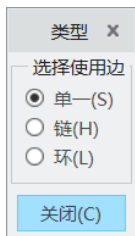
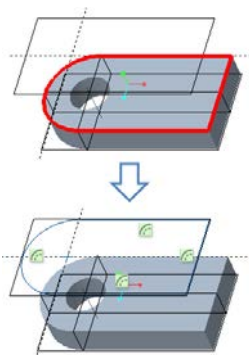

图 2-37 “类型”对话框
图 2-38 通过投影在草绘平面上创建图元
① 在功能区“草绘”选项卡的“草绘”面板中单击“投影”按钮，系统弹出图 2-37 所示的“类型”对话框。
② 在“类型”对话框的“选择使用边”选项组中选择“单一”单选按钮、“链”单选按钮或“环”单选按钮。根据所选的类型选项，选择要使用的边。可能还需要使用菜单管理器的相关菜单命令进行操作。
③ 在“类型”对话框中单击“关闭”按钮。从模型边创建投影几何的典型示例如图 2-38 所示。